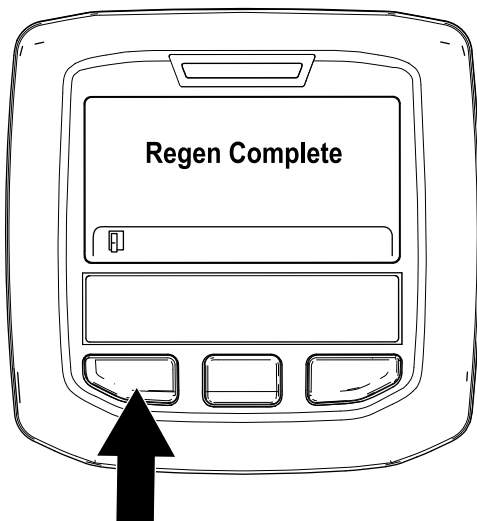

図 52
9. 駐車再生が終了すると、インフォセンターに Regen Complete と表示される。左ボタンを押してホーム画面に戻る 図 52。